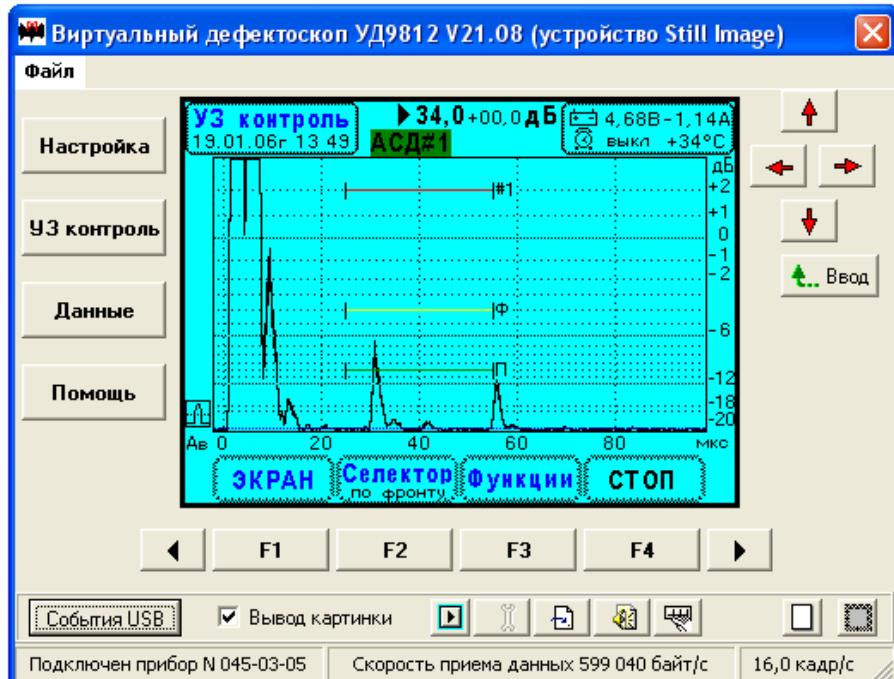

Рис.10.6.19.1. Отображение экрана дефектоскопа на мониторе ЭВМ.
- 4. Проверка связи прибора с ЭВМ.** Соедините прибор с персональным компьютером с помощью кабеля USB. Включите прибор. Включите компьютер. После загрузки компьютера запустите программу чтения экрана дефектоскопа UD9812_USB_Scan_DX.exe, которая поставляется в комплекте с прибором. Если необходимо инсталлируйте драйвер USB. Следуйте рекомендациям по установке программ. При правильной работе программного обеспечения на экран монитора выводится окно Рис.10.6.19.1., в котором отображается содержимое экрана УД9812 в реальном времени. Проверьте правильность передачи информации.